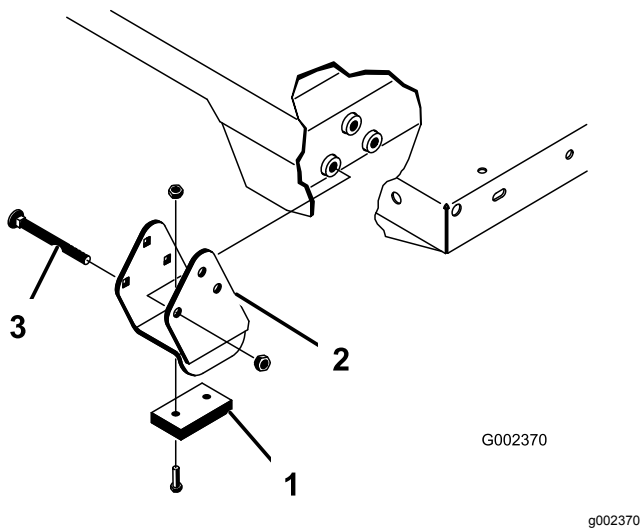

图25
确保隔片支架和耐磨块图25按照托架螺栓头朝向机器内侧的方式进行安装。
2. 小心将货斗放到机架上后将后货斗枢轴板孔与后机架槽中的孔对齐然后安装 2 个柱销和保险销图25。
4. 从货斗外侧插入柱销让保险销朝向外侧图25。